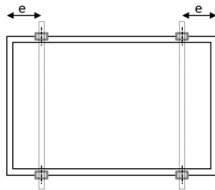

Bild A1: Klemmenposition an langer Rahmenseite
**Tabelle A1 Design Last mit Klemmen an langer Rahmenseite (Bild. A1)**
**Tabelle A1-1 Test Last mit Klemmen an langer Rahmenseite (Bild. A1)**